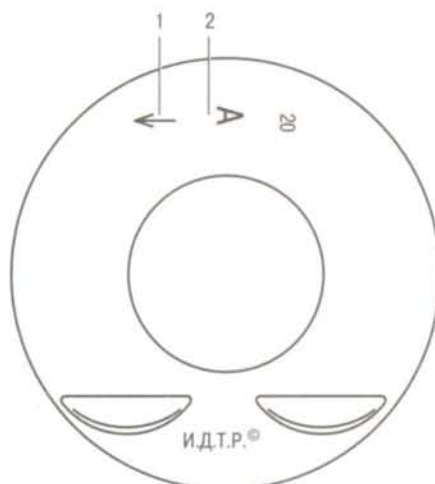

Рис. 5.29. Маркировка поршня: 1 – указатель передней части двигателя; 2 – класс поршня
9. При замене деталей шатунно-поршневой группы необходимо подобрать поршни к цилиндрам по классу и одной группы по массе, а также поршневые пальцы к поршням по классу и шатуны по массе. Класс поршня нанесен на его верхнюю часть (рис. 5.29), а класс цилиндров – на правую стенку блока цилиндров между 2-м и 3-м цилиндрами.
18. Вставьте шатун в поршень, смажьте поршневой палец моторным маслом и запрессуйте его в шатун на том же приспособлении, на котором палец выпрессовывали, или с помощью молотка и подходящей оправки, вставленной во внутреннее отверстие пальца. Поршень должен прижиматься бошкой к верхней головке шатуна в направлении запрессовки пальца, что позволит ему занять правильное положение. Направление запрессовки должно совпадать с направлением стрелки 1 (см. рис. 5.29), нанесенной на верхнюю часть поршня.
При установке поршней в цилиндры стрелки 1 (см. рис. 5.29) на поршнях должны быть направлены в сторону передней части двигателя.